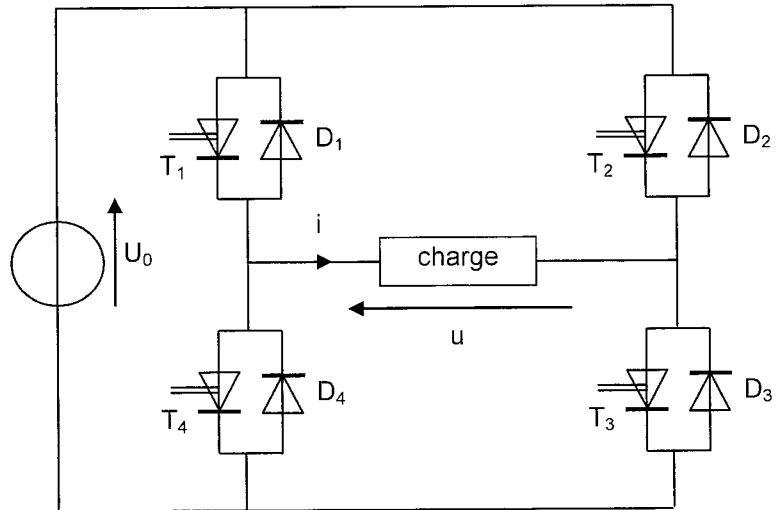

Figure 7
- B.1.3.3.** Grâce au schéma de la **figure 7, annexe 2**, indiquer les composants qui sont passants.